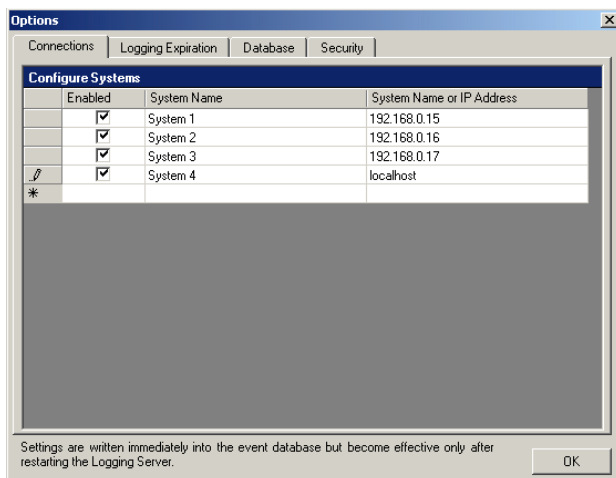

Abbildung 56.7: System hinzufügen (2)
- 2 Klicken Sie auf das Feld *System Name* und geben Sie den Namen des Systems ein, zu dem der *Logging Server* eine Verbindung herstellen soll. Dieser Name kann bis zu 16 Zeichen lang sein. Beispiel: *System 4* (siehe Abbildung 56.7).